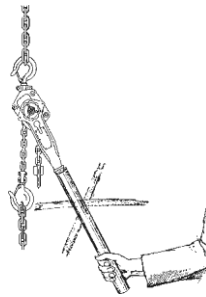

Fig. 2
- Non allungare la leva di comando (Fig. 2).